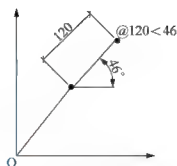

图 2.50 相对极坐标
(2) 相对极坐标：相对于前一点的极坐标值，相对极坐标的输入方法为“@ 长度<角度”，如输入“@120<46”，结果如图 2.50 所示。